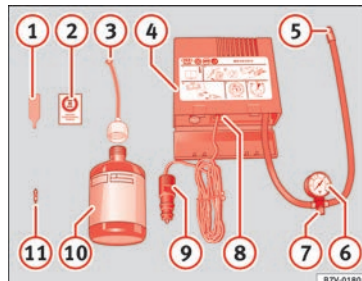

Bild 48 Standardtyp: Innehåll i däckreparationssatsen.
- Skruva ur däckets ventilhatt och insats. Använd verktyget » » bild 48 ① för att ta bort insatsen. Placera den på en ren yta.
- Skaka flaskan med tätningsmedel för däck-en kraftigt » » bild 48 ⑩.
- Skruva på påfyllningsslangen » » bild 48 ③ på flaskan med tätningsmedel. Flaskans tätning bryts automatiskt. »
- Ta bort förslutningen från påfyllningsslangen » **bild 48 ③** och skruva fast slangen på däckventilens gänga.
- Sätt tillbaka pluggen på däckventilen med hjälp av verktyget » **bild 48 ①**.
- Skruva fast påfyllningsslangen till kompressorpumpen » **bild 48 ⑤** i ventilen.
- Kontrollera att luftningsskruven är stängd » **bild 48 ⑦**.
- Sätt i kontakten » **bild 48 ⑨** i bilens 12-volts eluttag » **bild 118**.
- Slå på luftkompressorn med ON/OFF-brytaren » **bild 48 ⑧**.